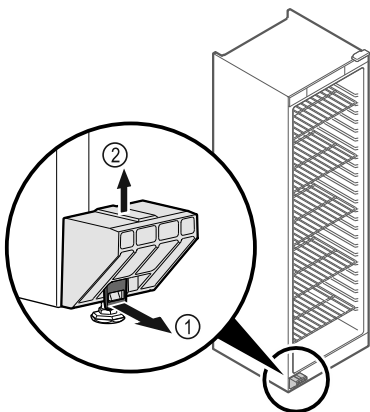

Fig. 1
- Потяните сергу Fig. 1 (1) вперед.
- Снимите транспортное крепление Fig. 1 (2) движением вверх.